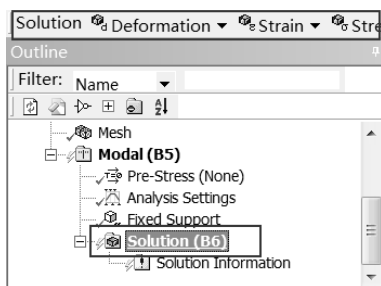

图 10-25 Solution 工具栏
Step1：选择 Mechanical 界面左侧 Outline（分析树）中的 Solution（B6）选项，此时会出现如图 10-25 所示的 Solution 工具栏。